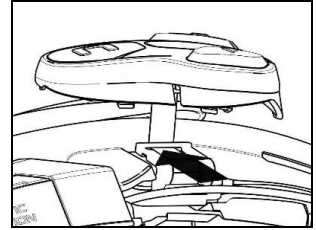

Fig. 20
- Placez le câble à l'intérieur du casque et faites déclencher le clip de fixation gauche dans son siège (Fig. 20).